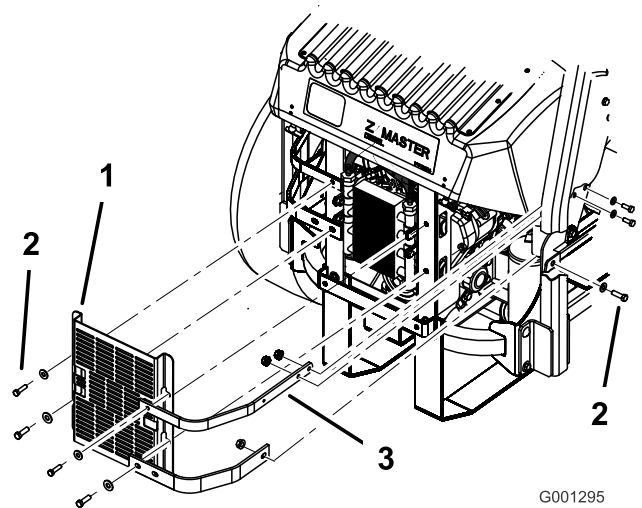

Figure 78
3. Enlevez les 4 boulons qui fixent l'écran du refroidisseur d'huile au bâti arrière (Figure 78).
4. Enlevez les 3 boulons qui fixent les barrettes du moteur au côté de la machine (Figure 78).
12. Montez l'écran du refroidisseur d'huile et les barrettes du moteur sur le bâti arrière au moyen des 4 boulons retirés précédemment (Figure 78).
13. Fixez les barrettes du moteur au côté de la machine (Figure 78).